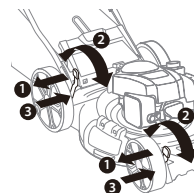

Fig. 8
2. Pour modifier la hauteur de coupe, pressez le levier de réglage de la hauteur vers la roue (1, Fig.8).
3. Déplacez le levier vers le haut ou vers le bas jusqu'à la position souhaitée (2, Fig.8), relâchez le levier pour bloquer la roue (3, Fig.8). Assurez-vous que les roues arrière et les roues avant sont à la même hauteur.